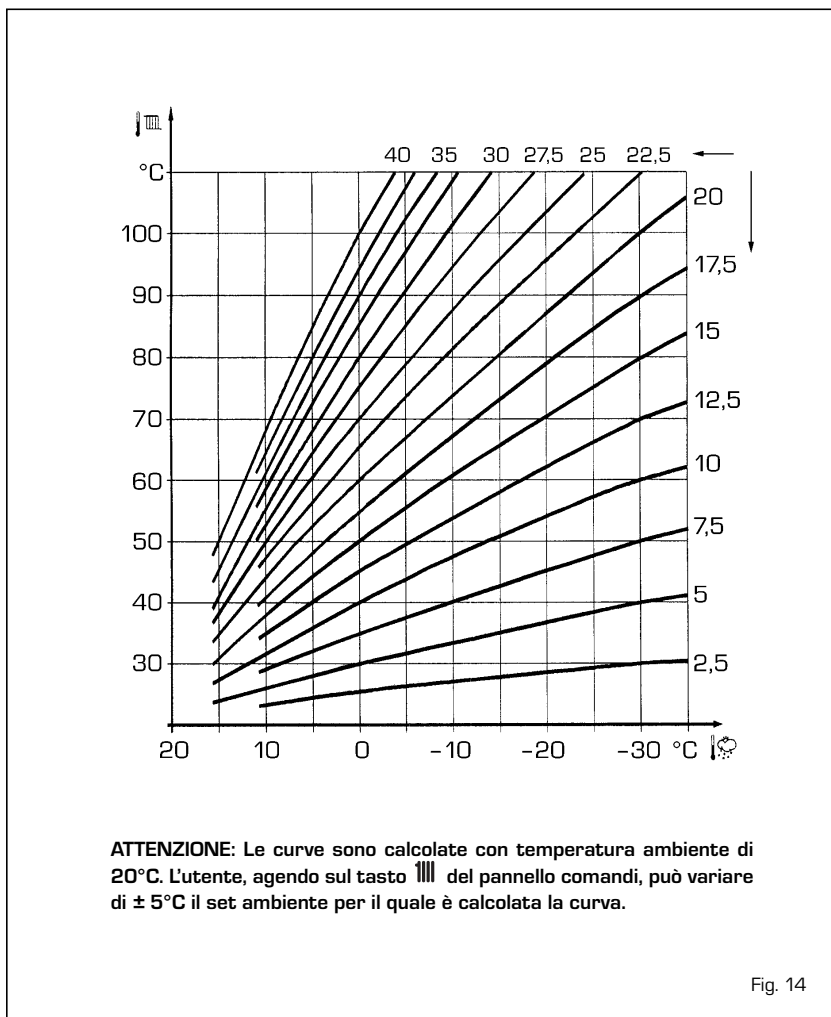

Fig. 14
3.3 SONDA ESTERNA COLLEGATA (fig. 14)
La curva climatica da impostare è selezionabile da un valore 3 a 40 (a step di 1). Aumentando la pendenza rappresentata dalle curve di fig. 14 si incrementa la temperatura di mandata impianto in corrispondenza alla temperatura esterna.